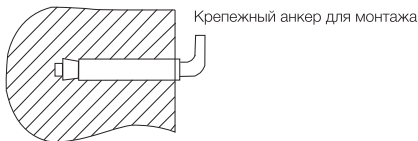

Рис. 4
2. После выбора места монтажа определите места под два крепежных болта с крючками (в зависимости от спецификаций выбранного изделия). Прodelайте в стене два отверстия необходимой глубины с помощью сверла размером, соответствующим размеру крепежных болтов, вставьте винты, поверните крючок вверх, плотно затяните гайки, а затем установите на него электрический водонагреватель (см. рис. 4).